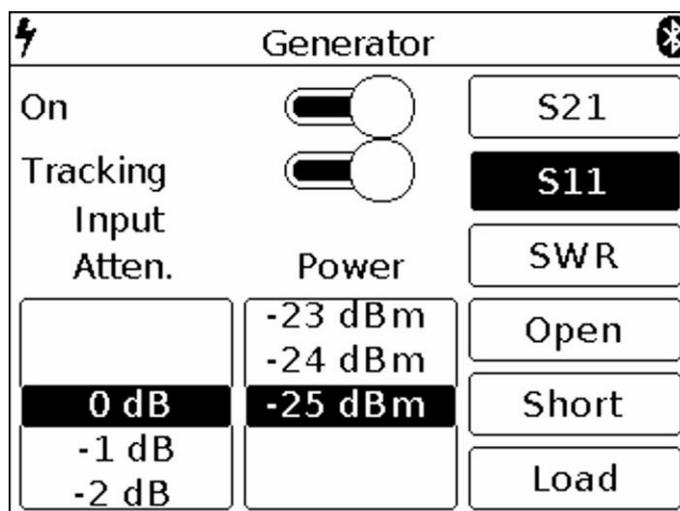

Рисунок 18 – включение режима S11
7.7.1. Для измерения коэффициента отражения, необходимо выбрать режим **S11** (Рисунок 18).